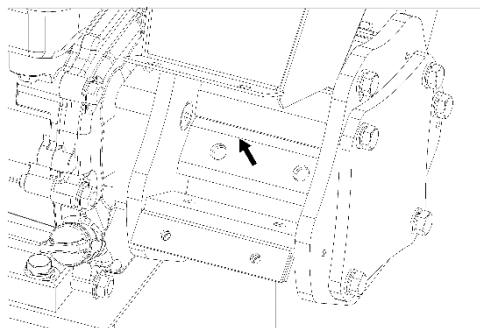

Рисунок 11
7. Извлеките нож (Рис. 11). Поверните нож на 180° или замените изношенный двусторонний нож.